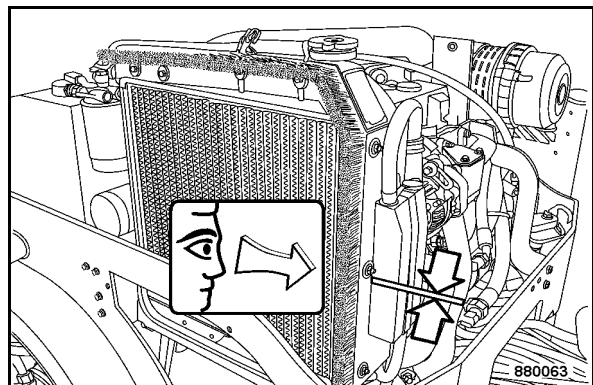

Fig. 176
- Remplir le liquide jusqu'au repère MAX (Fig. 176).